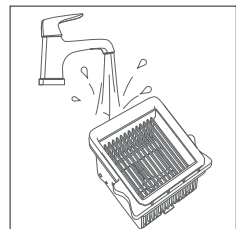

Abb. 18 – Filter reinigen
- ▶ Reinigen Sie den EPA-10-Filter ebenfalls unter lauwarmem, fließendem Wasser (**siehe Abb. 18**).